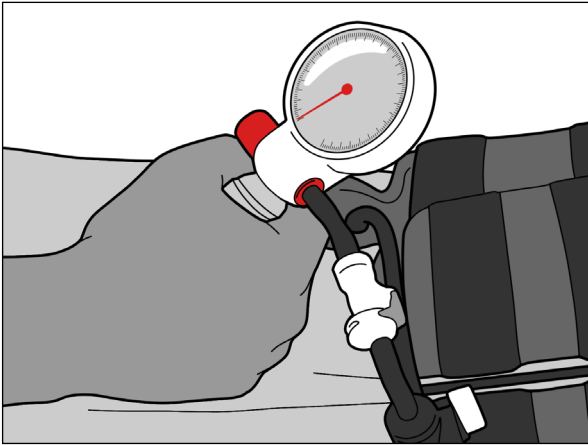

Figure 10
3. Gonfler la vessie à la pression souhaitée en pressant plusieurs fois la poire (Figure 10).